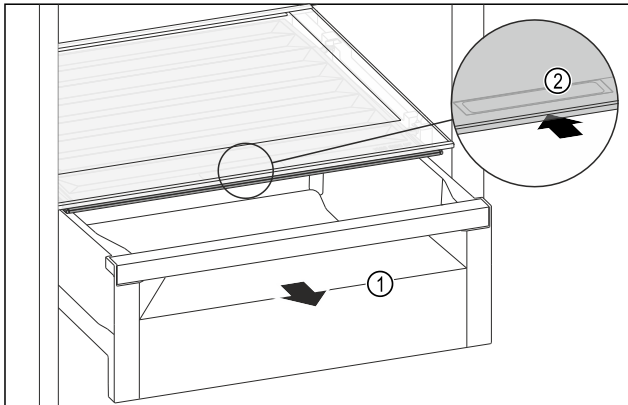

Fig. 82
- ▶ Estrarre il cassetto Fig. 82 (1).
- ▶ Afferrare la maniglia incassata Fig. 82 (2) sul coperchio dello scomparto e spingere allo stesso tempo all'indietro il coperchio dello scomparto.